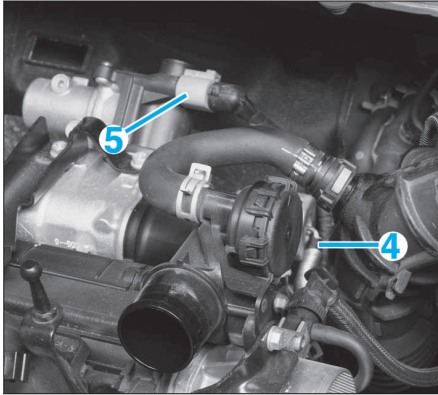

FIG. 71
- Après avoir dégagé ses agrafes, déposer le conduit (2) d'admission d'air.
- Débrancher le connecteur (3) du capteur de pression d'admission d'air.
- Débrancher le tuyau (4) de la soupape de régulation de pression de suralimentation (Fig.71).